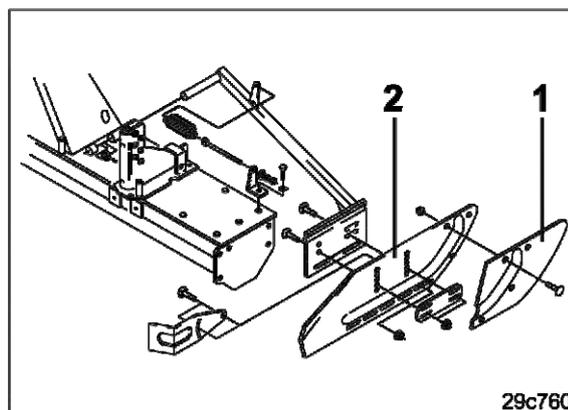

Fig. 16
1. Visser les rallonges de tôle de guidage latéral (Fig. 16/1) sur les tôles de guidage latéral (Fig. 16/2) du cultivateur centrifuge.